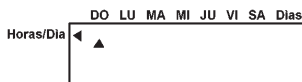

fig. 11
- Sobre la parte alta de la pantalla aparecerá un triángulo que indica el día (fig. 11).